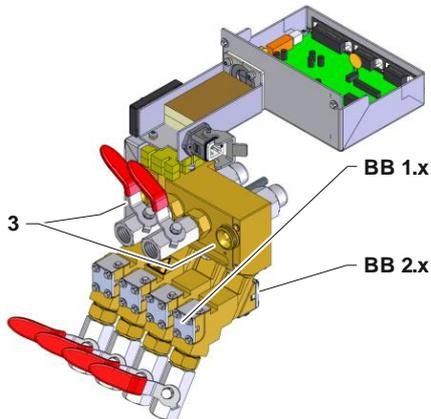

Abb. 3: Flow-5 mit Kugelhahn
- Falls vorhanden, Absperrhahn OUT 1 und OUT 4 (Kennzeichnung 3 → Abb. 3) demontieren.